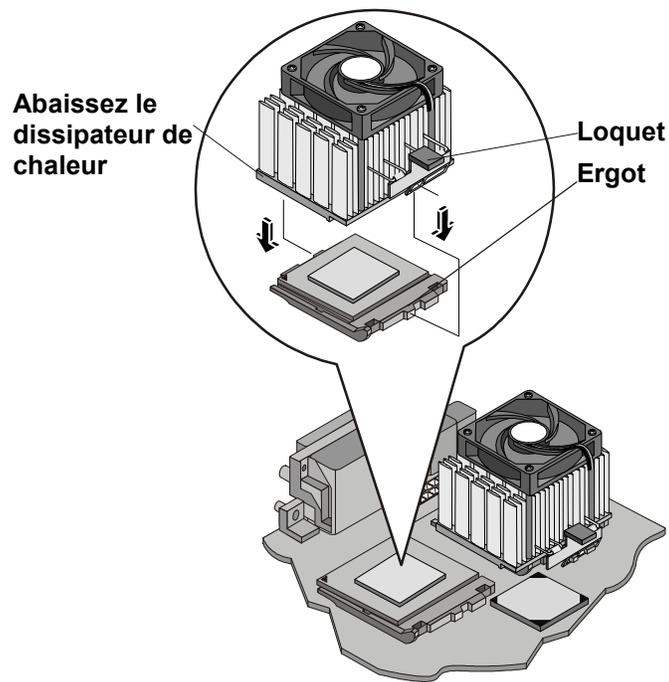

Figure 3-19. Installation du dissipateur de chaleur
- b. Ramenez le dissipateur de chaleur en arrière, en le disposant parfaitement au-dessus du processeur, puis connectez le loquet aux ergots situés sur le socle du logement du processeur du côté présenté dans la Figure 3-19.
4. Raccordez la prise du ventilateur du dissipateur de chaleur au deuxième connecteur de ventilateur (UC 2) sur la carte système. Voir Figure 3-19.